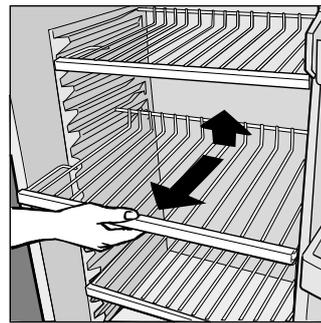

Fig. 1
- La sección nevera está dotada de prácticos estantes extraíbles (Fig. 1) y regulables en altura gracias a las guías correspondientes. Por ello es posible introducir también grandes recipientes y comidas de dimensiones notables.